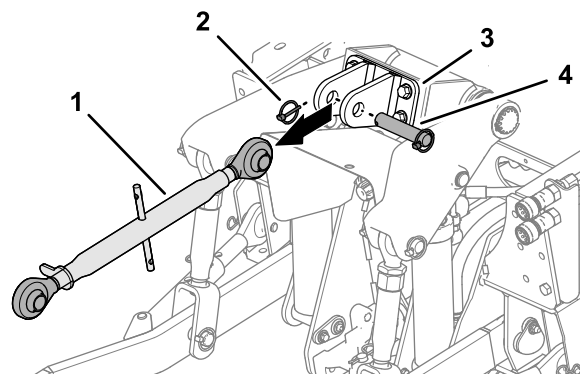

Bild 25
3. Falls vorhanden, Klappstecker, Lastösenbolzen und oberer 3-Punkt-Lenker von der Oberlenkerhalterung entfernen (Bild 25).